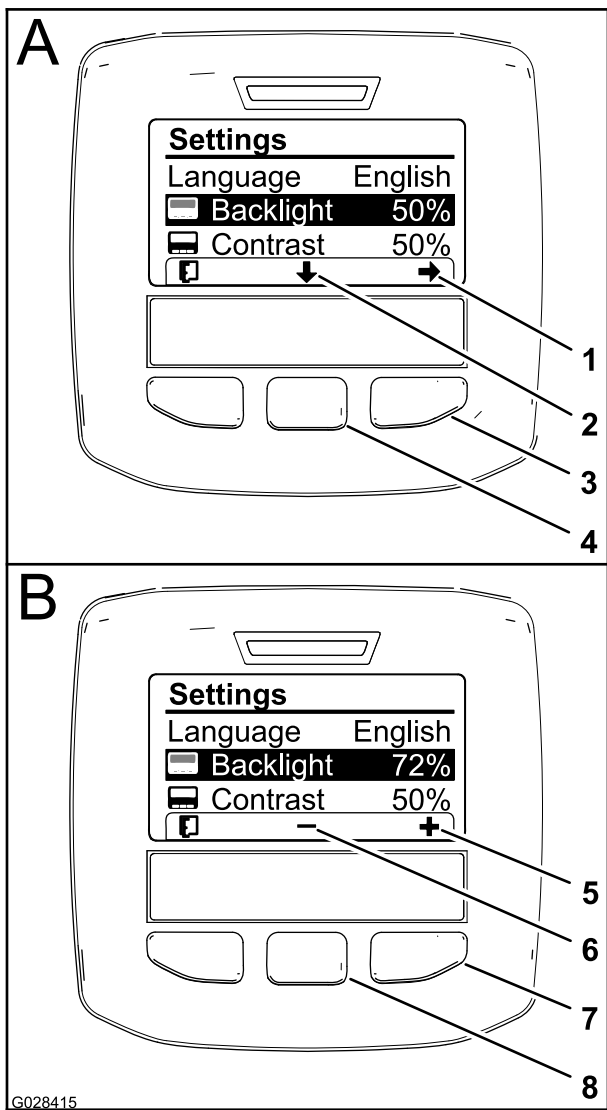

Figura 10
1. Para ajustar los niveles de retroiluminación o de contraste de la pantalla, pulse el botón de selección central (el botón situado debajo del icono de flecha abajo en la pantalla) para mover la opción seleccionada hacia abajo hasta el ajuste de Backlight (Retroiluminación) o Contrast (Contraste) (Figura 10).
2. Pulse el botón de selección derecho para mostrar el menú contextual Ajuste de valor (Figura 10).
3. Utilice el botón de selección central y el botón de selección derecho para cambiar el nivel de brillo o contraste de la pantalla (Figura 10).
4. Pulse el botón de selección izquierdo para guardar la selección (Figura 10).